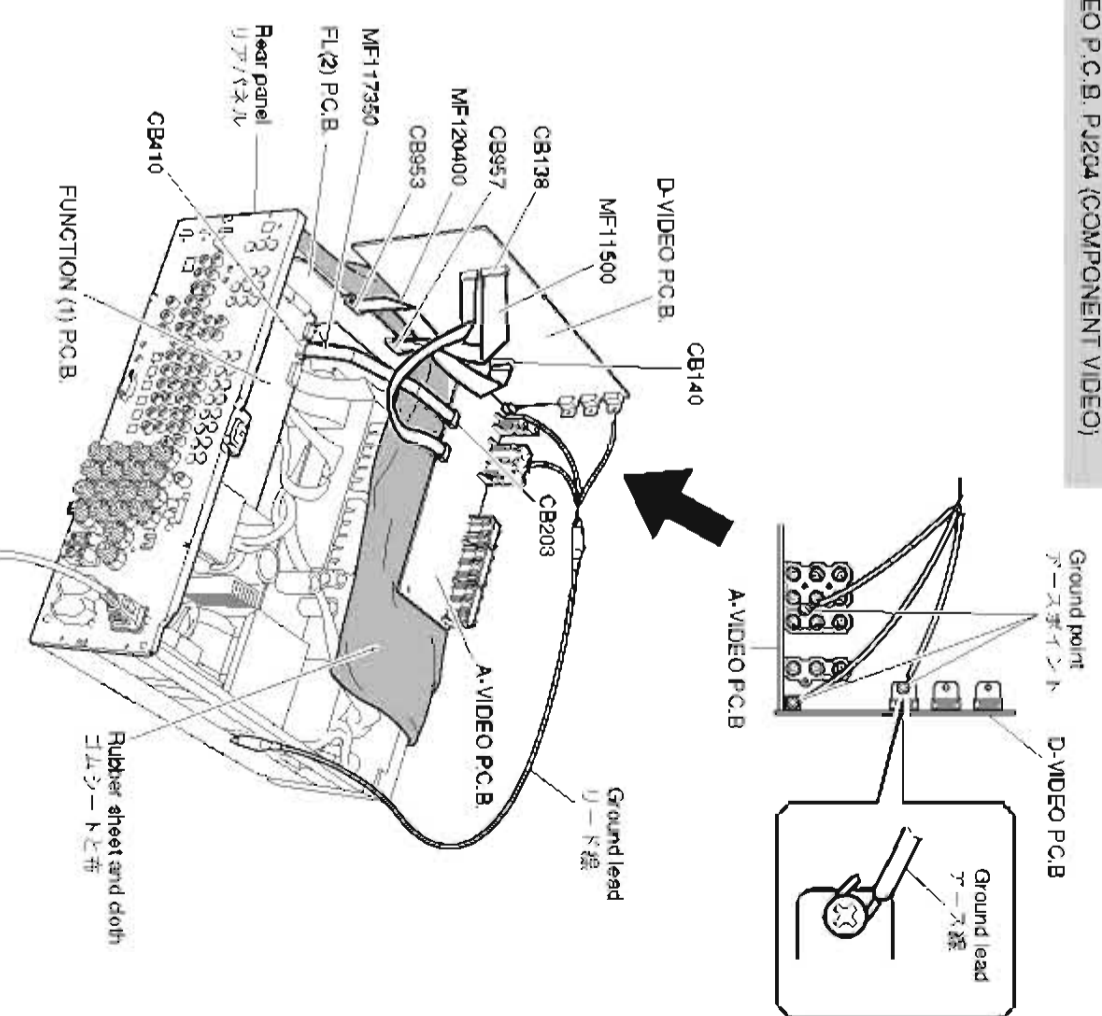

Fig. 6
- Put the rubber sheet and cloth over the equipment. Then place the P.C.B.s upside down on the cloth and check it. (Fig. 6)
- FL (1) P.C.B. CB953, D-VIDEO P.C.B. CB140: MF120400 (10P, 350mm)
- FUNCTION (1) P.C.B. CB410, A-VIDEO P.C.B. CB203: MF117350 (11P, 70mm)
- FL (2) P.C.B. CB957, D-VIDEO P.C.B. CB138: MF115500 (15P, 500mm)
- In this unit, the ground of P.C.B.s shown below is connected to the rear panel. When these P.C.B.s are removed from the rear panel, connect the ground point to the rear panel or chassis, using a ground lead wire or such. (Fig. 6)
- 本機の上にゴムシートと布を敷き、その上にP.C.B.を裏返しに置いてチェックします。(Fig. 6)
- 本機ではP.C.B.のグランドがリアパネルに接続されています。これらのP.C.B.をリアパネルより取り外した場合は、リード線等でグランドポイントよりリアパネルまたはシャーシに接続してください。(Fig. 6)